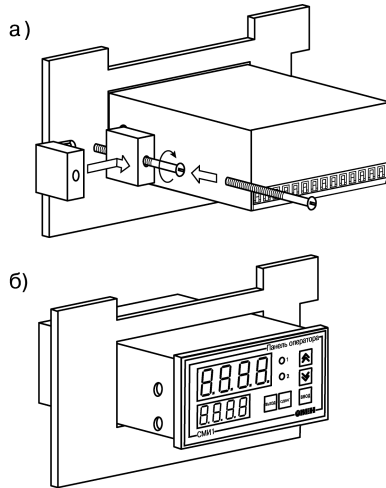

Рисунок 7.1
1. Вставьте панель в специально подготовленное отверстие на лицевой панели щита (см. Приложение А и рисунок 7.1, а).
2. Вставьте фиксаторы из комплекта поставки в отверстия на боковых стенках панели (рисунок 7.1, б).